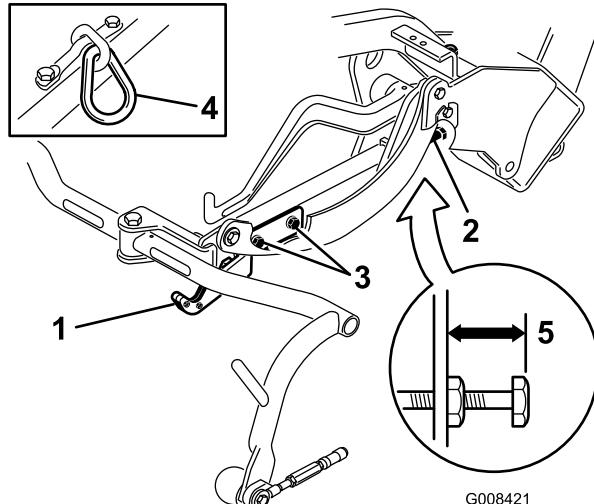
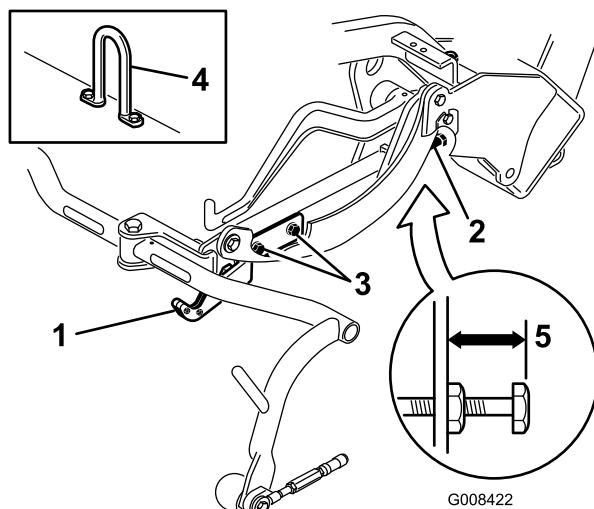
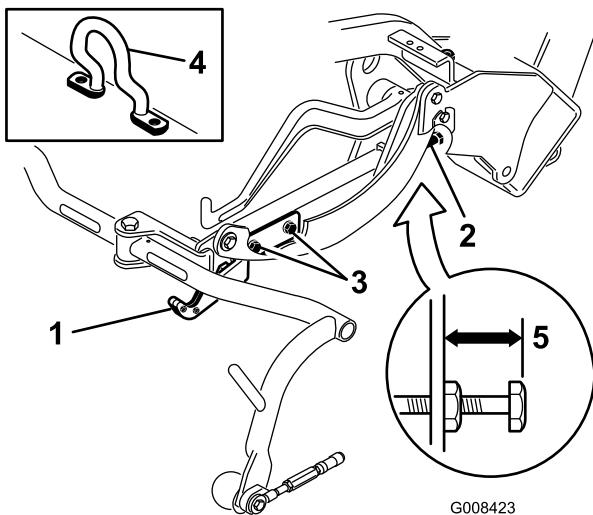

Figura 13
Figura 14
Figura 15
Si la unidad de corte está equipada con un gancho de elevación acodado, (Figura 15), continúe con el paso siguiente.
Compruebe la altura de transporte (Figura 13 y Figura 14) y ajústela, si es necesario.
2. En unidades de corte equipadas con un gancho de elevación con eslabón de cadena o recto (Figura 13 y Figura 14) compruebe que la distancia entre la parte superior del tornillo de ajuste del bastidor de tiro y el borde trasero del bastidor de tiro es de 22 mm. Si la distancia no es de 22 mm, continúe con el paso 4.
3. En unidades de corte equipadas con un gancho de elevación acodado (Figura 15, detalle) compruebe que la distancia entre la parte superior del tornillo de ajuste del bastidor de tiro y el borde trasero del bastidor de tiro es de 25 mm. Si la distancia no es de 25 mm, continúe con el paso 4.
4. Afloje los tornillos de montaje de la pletina de transporte (Figura 13, Figura 14 y Figura 15).
7. Si los bastidores de tiro no están a la misma altura, afloje la contratuerca del tornillo de ajuste del bastidor de tiro (Figura 13, Figura 14 y Figura 15). Gire el tornillo hacia fuera para elevar y hacia dentro para bajar. Apriete la contratuerca después de obtener la altura correcta.